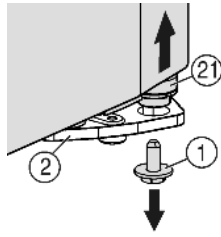
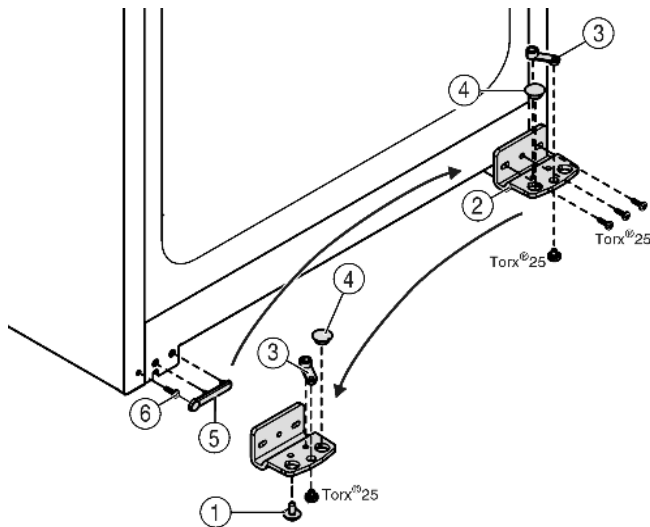

Fig. 5
Fig. 6
▶ In basso a destra nel blocco di supporto svitare la vite di arresto Fig. 5 (1).
▶ Il perno di supporto Fig. 5 (21) si stacca dal blocco di supporto Fig. 6 (2).
▶ Se il perno di supporto Fig. 5 (21) non si stacca, estrarre il perno dal basso.
- ▶ Svitare il blocco di supporto Fig. 6 (2).
- ▶ Svitare l'elemento di supporto Fig. 6 (3) e spostarlo nel foro di alloggiamento opposto del blocco di supporto, serrarlo nuovamente.
- ▶ Estrarre il tappo Fig. 6 (4) dal blocco di supporto e spostarlo nel foro di alloggiamento opposto del blocco di supporto.
- ▶ Togliere la copertura Fig. 6 (5) lato maniglia facendo attenzione.
- ▶ Svitare la vite Fig. 6 (6) e inserirla di nuovo sul lato opposto.
- ▶ Applicare nuovamente sopra la copertura Fig. 6 (5).
- ▶ Fissare nuovamente il blocco di supporto Fig. 6 (2) sul nuovo lato cerniere **fermamente a 4 Nm** eventualmente servendosi di un avvitatore a batteria.
- ▶ Avvitare la vite di arresto Fig. 5 (1) in basso nel perno di supporto e serrare (**a 4 Nm**).